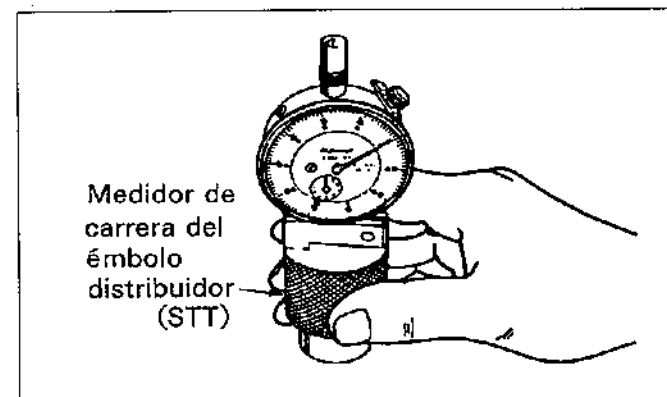

Figura.14-28 Ajuste del medidor de carrera del émbolo distribuidor
(3) Vuelva a comprobar con de carrera del émbolo distribuidor (STT) junto con un indicador de cuadrantes en una superficie completamente plana y con el ajuste en "cero" del medidor. (Vea la figura.14-28)